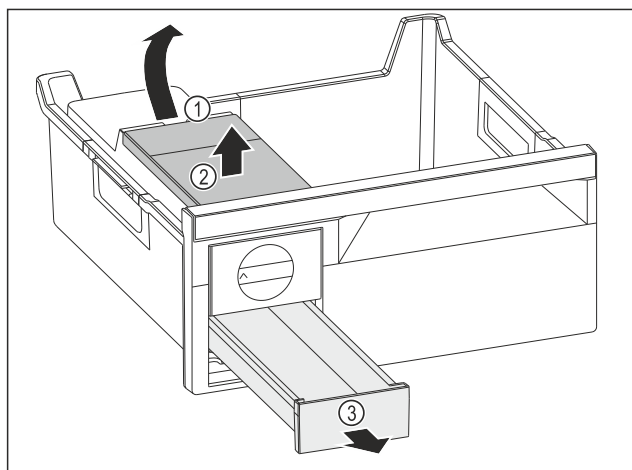

Fig. 90
- Fjern vanntanken: Løft opp vanntanken i fordypningen Fig. 90 (1).
- Fjern vanntanken Fig. 90 (2) ovenfra.
- Fjern isterningsskuff Fig. 90 (3) forfra.